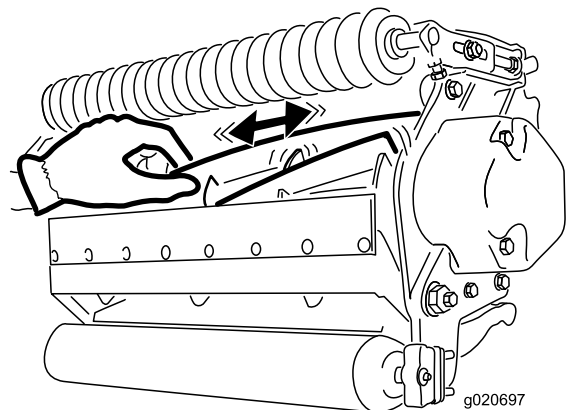

Figura 31
2. Usando un trapo o un guante grueso, sujete la cuchilla del molinete e intente mover el conjunto del molinete de un lado a otro (Figura 31).